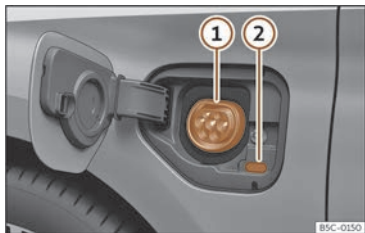

Fig. 198 Derrière le cache de chargement de la batterie sur la partie avant gauche : Prise de charge
» fig. 198
- Avec le véhicule déverrouillé, appuyez sur le cache de charge de la batterie et celui-ci s'ouvrira»» fig. 198 .